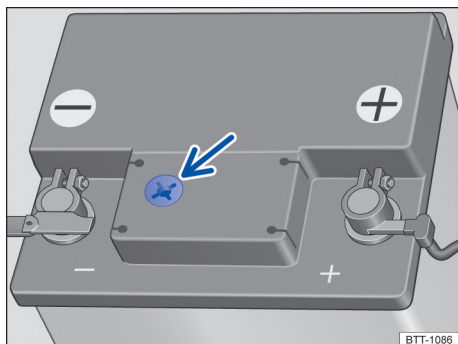

Fig. 189 En el compartimento del motor: ejemplo de posición del visor en el lado superior de la batería del vehículo.
- El visor redondo → fig. 189 en la parte superior de la batería del vehículo cambia de color dependiendo del nivel del electrólito.